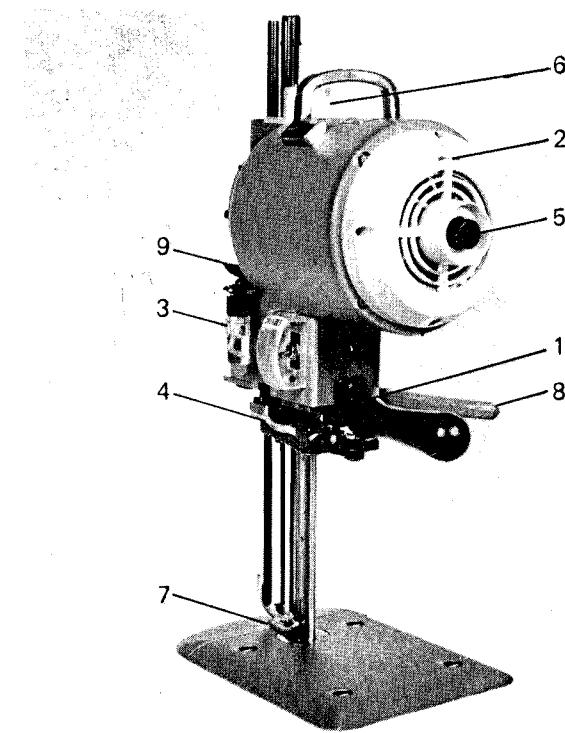

Fig. 1
Um diese Spannung von 380 Volt auf 220 Volt oder umgekehrt umzuschalten, muss man den Knauf 1 Fig.1 abschrauben, um zu den elektrischen Anschlüssen zu gelangen, den fachgerechten Anschluss am Klemmbrett des Motors vornehmen, wie auf dem auf dem Deckel angebrachtem Schild mit Anschlusschema angegeben, welches Schema nachstehend wiederholt ist.
VORSICHT: Nachdem der fachgerechte Anschluss vorgenommen worden ist, jedoch vor Inbetriebnahme der Zuschneidemaschine, muss überprüft werden, dass die Drehrichtung der dem Pfeil 2 fig.1 entspricht. Die eventuelle Umstellung der Drehrichtung aller Drehstrommotortypen kann durch Umpolung zweier der drei Pole vorgenommen werden.
Para variar esta tensión de 380 V. a 220 V. o viceversa deberá retirarse la manopla 1 fig.1, para poder efectuar una correcta conexión a los contactos del motor, como va indicada en la placa del esquema de conexión colocada en la tapa y como va indicada aquí abajo.
ATENCION: Despues de haber efectuado una correcta conexión electrica antes de emplear la cortadora, se debe verificar que el sentido de rotación corresponda al indicador por la flecha n.2 en fig.1. Un eventual cambio del sentido de rotación, para todos los tipos de motores trifasicos, podrá ser efectuado invertiendo solamente dos de cualquiera de las polaridades.
- Fill the oil tank 3 in fig. 1
- Make sure that the sharpener 4 in fig. 1 is locked at the uppermost point of the stroke
- Turn button 5 in fig. 1 by hand in the direction shown by arrow 2 in fig.1 to insure that the blade rotates freely.
- 1) Pull out the electrical plug from the socket 6 in fig.1
- 2) Make sure that the presser foot 7 in fig. 1 is completely lowered. If it is not then use lever 8 in fig.1 to lower the presser foot.
- Den Behälter 3 Fig.1 mit Öl auffüllen.
- Überprüfen dass der Messerschleifer 4 Fig.1 im oberem Totpunkt seines Laufes blockiert ist.
- Von Hand den Knopf 5 Fig.1 in Pfeilrichtung 2 Fig.1 drehen, um sich zu überzeugen, dass die Klinge sich widerstandslos bewegt.
- 1) Den elektrischen Verbindungsstecker aus der Dose 6 Fig.1 herausziehen
- 2) Sich überzeugen, dass der Stoffdrückfuss 7 Fig.1 vollkommen unten ist.Sollte dies nicht sein, auf Hebel 8 Fig.1 einwirken,um den Drückfuss ganz nach unten herabzulassen.
- Llenado de aceite en el tanque 3 fig. 1
- Verificar que el afilador 4 fig. 1, se encuentre bloqueado en el punto muerto superior de su recorrido.
- Rotar a mano el boton 5 fig.1 en el sentido indicado por la flecha 2 fig.1 para asegurarse que la cuchilla se mueva libremente.
- 1) Retirar el enchufe 6 fig.1 de la conexión electrica.
- 2) Asegurarse que el pie prensatela 7 fig. 1 este completamente abajo. En caso contrario proceder sobre la palanca 8 fig.1 para hacer descender el pie presantela.
- Press lever 8 in fig.1 and lift the presser foot up
- Bring the blade to its lowermost position by turning button 5 of fig. 1
- Check that the blade moves freely by rotating button 5 in fig. 1 by hand
- Auf Hebel 8 Fig.1 einwirken und den Stoffdrückerfuss in seinen oberen Totpunkt bringen
- Die Klinge in ihren untersten Totpunkt bringen, indem der Knopf 5 Fig.1 von Hand rotiert wird
- Durch Drehen von Hand des Knopfes 5 Fig.1 überprüfen, dass die Klinge sich widerstandslos bewegt.
- Proceder sobre la palanca 8 fig.1 y colocar en la posicion mas alta el pie prensatela.
- Llevar la cuchilla al punto muerto inferior girando a mano el boton 5 fig.1
- Verificar, rotando a mano el boton 5 fig.1 que la cuchilla se mueva libremente.